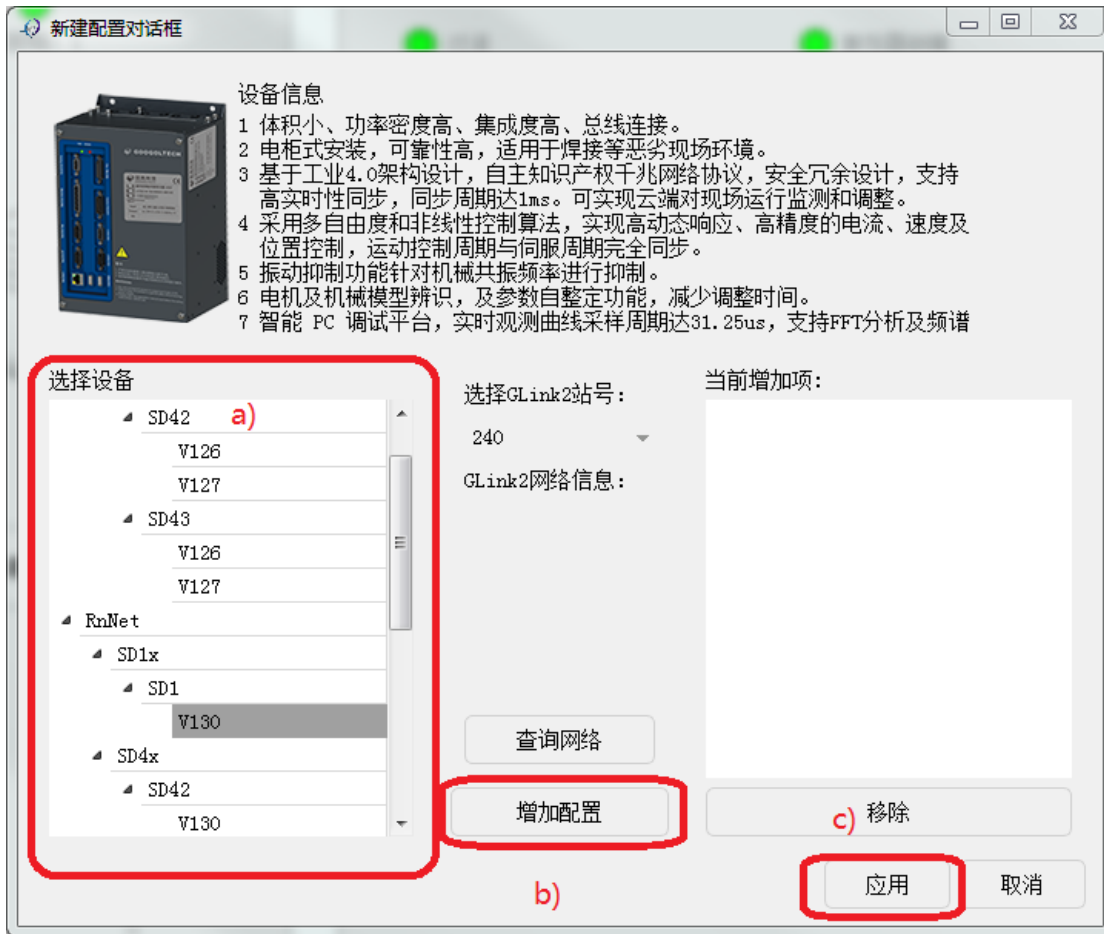

图 1.9 连接单个设备步骤示意图
- 1) 点击工具栏中的新建，在图 1.9 左侧的设备列表中选择需要连接的设备及其 DSP 版本。